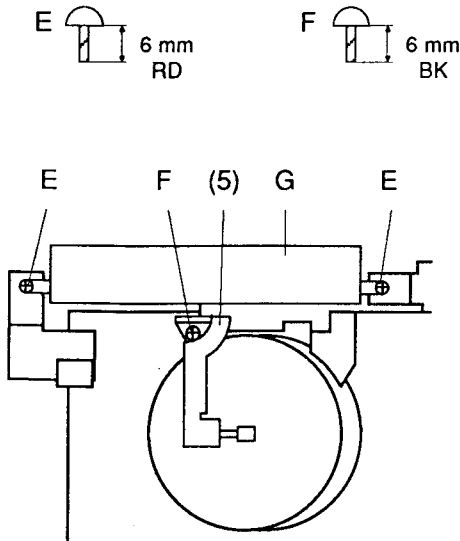
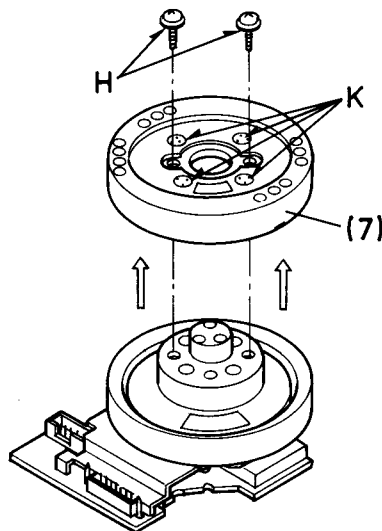
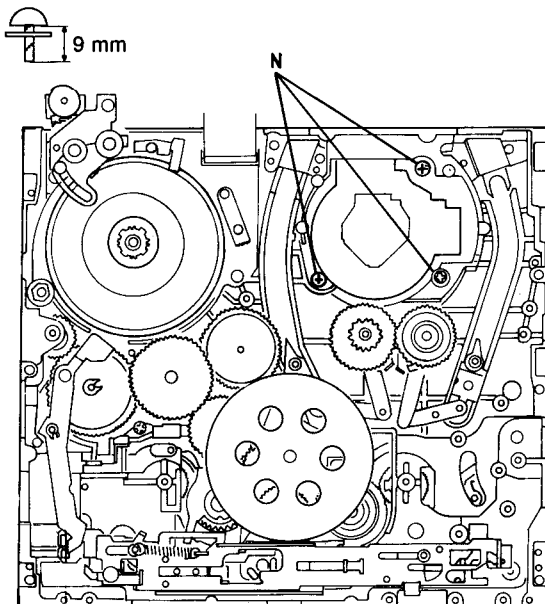

Fig. 9
Fig. 10
Fig. 14
- Schrauben "F", "H" herausdrehen und Erdungsfeder (5) entfernen (Fig. 9 / Fig. 10).
- Kopfscheibenanschlüsse "K" entlöten, Außenring der Kopfscheibe (7) leicht anwärmen (z.B. Föhn) und Kopfscheibe (7) vorsichtig abziehen (Fig. 10).
- Remove the screws "F" and "H" and then the earthing spring (5) (Fig. 9 / Fig. 10).
- Unsolder the head wheel connections "K". Warm up the outer ring of the head wheel (e.g. Hairdryer) and pull the head wheel (7) off carefully (Fig. 10).
- 3 Schrauben "E" und "F" herausdrehen (Fig. 9).
- Kopfverstärker "G" und Erdungsfeder (5) entfernen.
- 3 Schrauben "N" entfernen (Fig. 14) und Bandtrommelbaustein (6) vorsichtig aus dem Laufwerk ziehen.
- Bandtrommelbaustein (6) ins Laufwerk stecken und 3 Schrauben "N" eindrehen (Fig. 14).
- Erdungsfeder (5) mit Schraube "F" befestigen (Fig. 9).
- Remove the 3 screws "E" and "F" (Fig. 9).
- Remove the head amplifier "G" and the earthing spring (5).
- Remove the 3 screws "N" (Fig. 14) and pull the Tape Drum Module (6) carefully out of the mechanics.
- Place the Tape Drum Module (6) into the mechanics and tighten the 3 screws "N" (Fig. 14).
- Refit the earthing spring (5) with the screw "F" (Fig. 9).